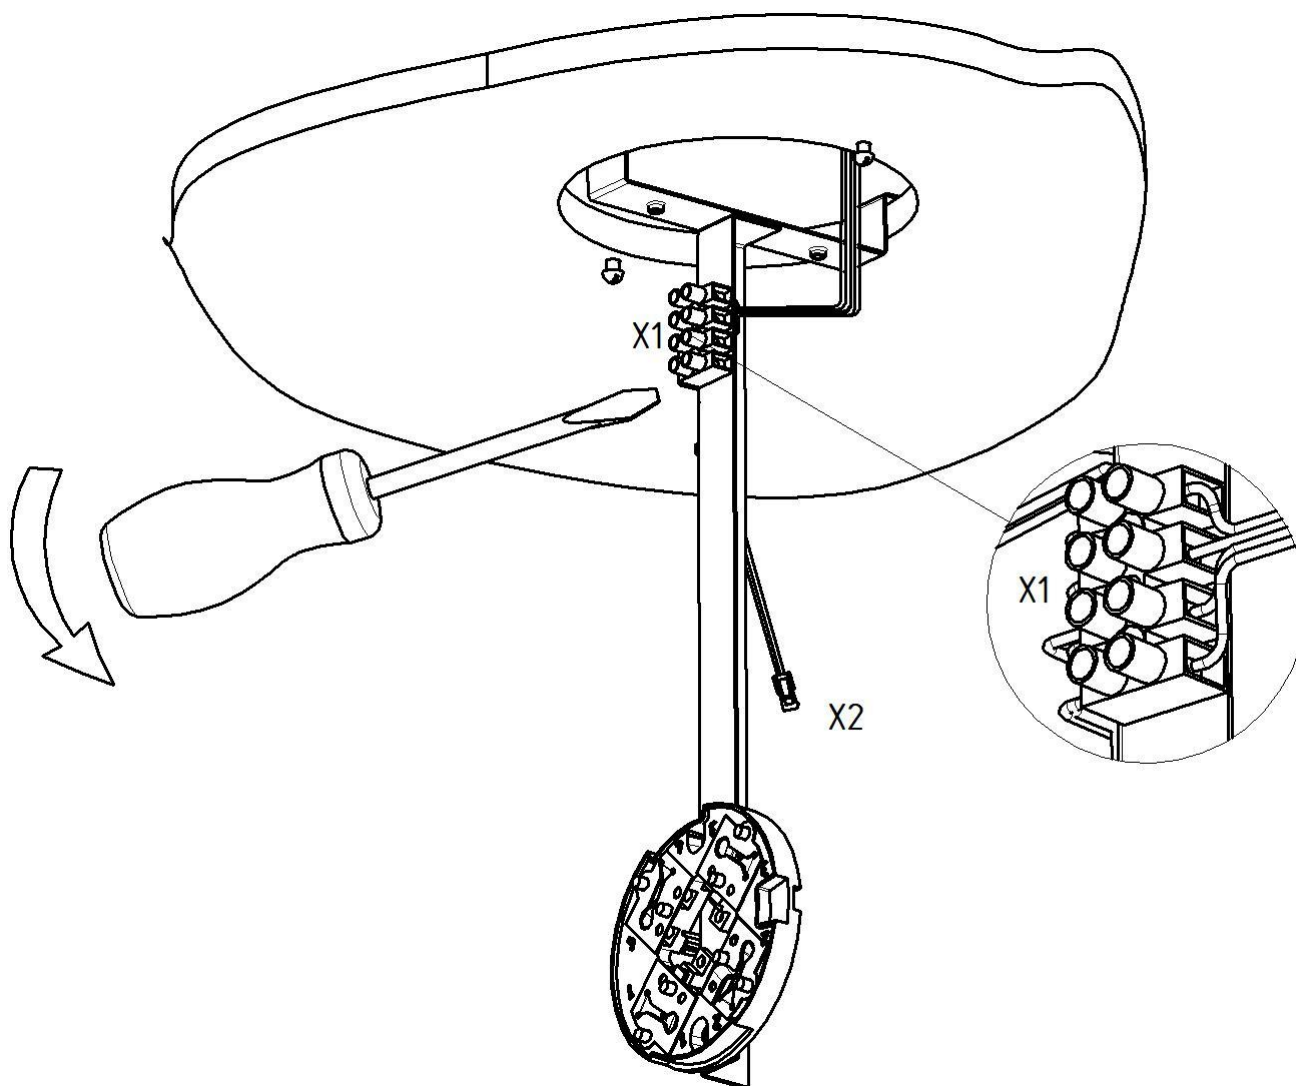

Рисунок 3 – Подключение шлейфа сигнализации к розетке извещателя запотолочного пространства
5.1 Подключение розетки извещателя для контроля запотолочного пространства (ИПК-8) к шлейфу пожарной сигнализации производить через клеммную колодку X1 в соответствии с требованиями паспорта извещателя (смотри рисунок 3).